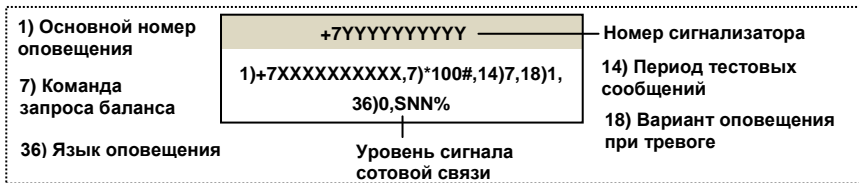

Рис.7 Пример SMS с настройками
При переходе в режим «Программирования» сигнализатор отправляет SMS с настройками (рис.7) на основной номер оповещения (если основной номер оповещения был ранее записан в память сигнализатора).
5.2 При наличии входящих звонков/SMS сигнализатор, после приёма последнего, через одну минуту отправляет на основной номер оповещения SMS с изменёнными настройками (рис.7), SMS с балансом и переходит в режим «Охраны».
3.2 При наличии входящих звонков/SMS сигнализатор, после приёма последнего, через одну минуту отправляет на основной номер оповещения SMS с изменёнными настройками (рис.7), SMS с балансом и переходит в режим «Охраны».
4. По окончании одной минуты после последнего звонка, сигнализатор отправит SMS с настройками (рис.7) и SMS с балансом на основной номер оповещения и перейдет в режим «Охраны».
крышку (у варианта 1) и дождитесь SMS с настройками и уровнем сигнала сотовой связи (рис.7);